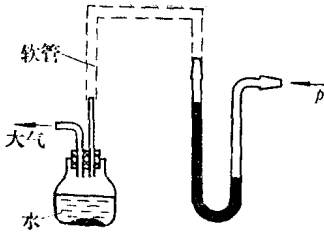

图2-1 收集瓶装置
1. 被测压力不能超过仪表测量范围。有时因生产上突然停电或操作不注意造成压力增大, 使工作液冲走。若是水银工作液冲走, 既带来损失, 还可能造成水银中毒的危险。在这种情况下, 可采用接长玻璃管或装设收集瓶的方法。如图 2-1 所示。